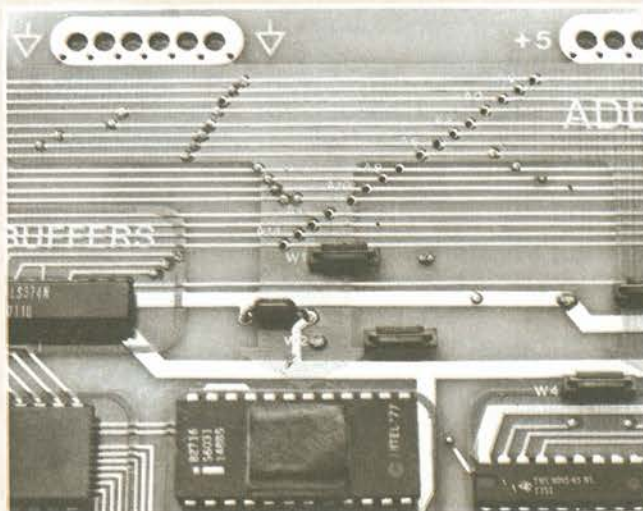

Figura 19-6. Punto dove cambia la corrente
- F) Forse, speranzosi, avete scelto di muovervi verso sinistra e avete trovato che, una volta che siete arrivati al punto mostrato in Figura 19-6, la lampada si offusca misteriosamente. Come sapete, la corrente non sparisce nell'aria né cade attraverso un foro della piastra. Perciò deve essere passata, attraverso i fori metallizzati, dall'altra parte della scheda.